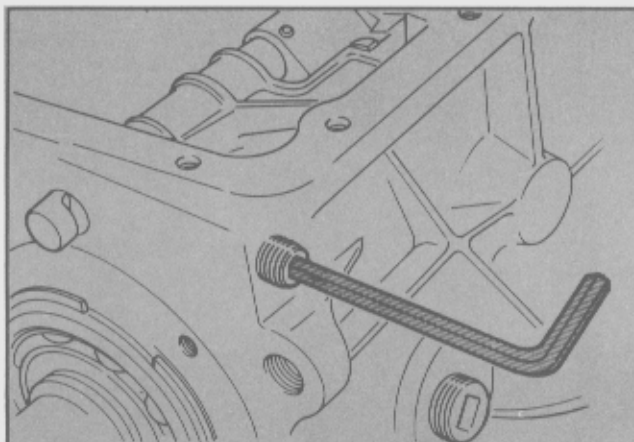

Fig. 16 - Extracción del mecanismo de traba de la varilla.
- Retirar el tapón del mecanismo de fijación de la varilla, situado en la parte superior lateral de la carcasa. Extraer el resorte y el retenedor con la herramienta especial T70K-7316-BAS (Fig. 16).